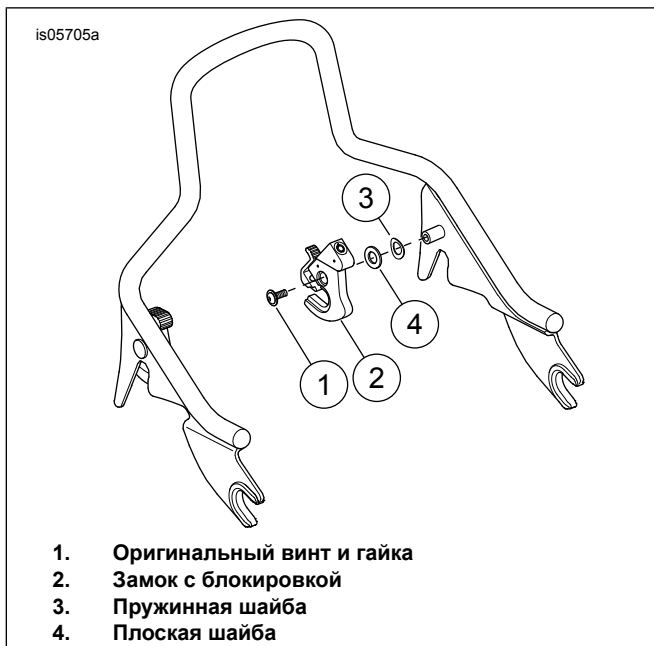

Рисунок 6. Внутренняя установка слева
- См. Рисунок 6. Установите пружинную шайбу (3) на левом монтажном узле.
- Установите плоскую шайбу (4) из комплекта на монтажный узел.
- Установите оригинальный винт и гайку (1).